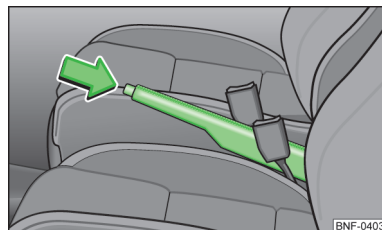

Fig. 70
- Træk håndbremsearmen lidt opad, og tryk **samtidig** låseknappen » Fig. 70 ind.